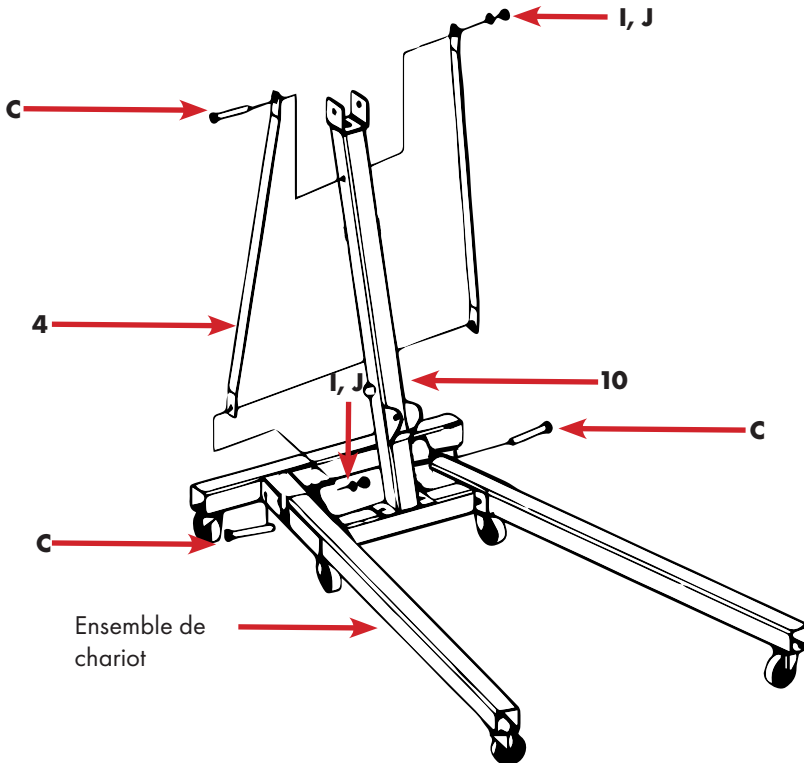

Fig.12
- Installer les supports à l'aide des goujons M16x110 et des rondelles et écrous de démontage, comme illustré sur la fig.12.